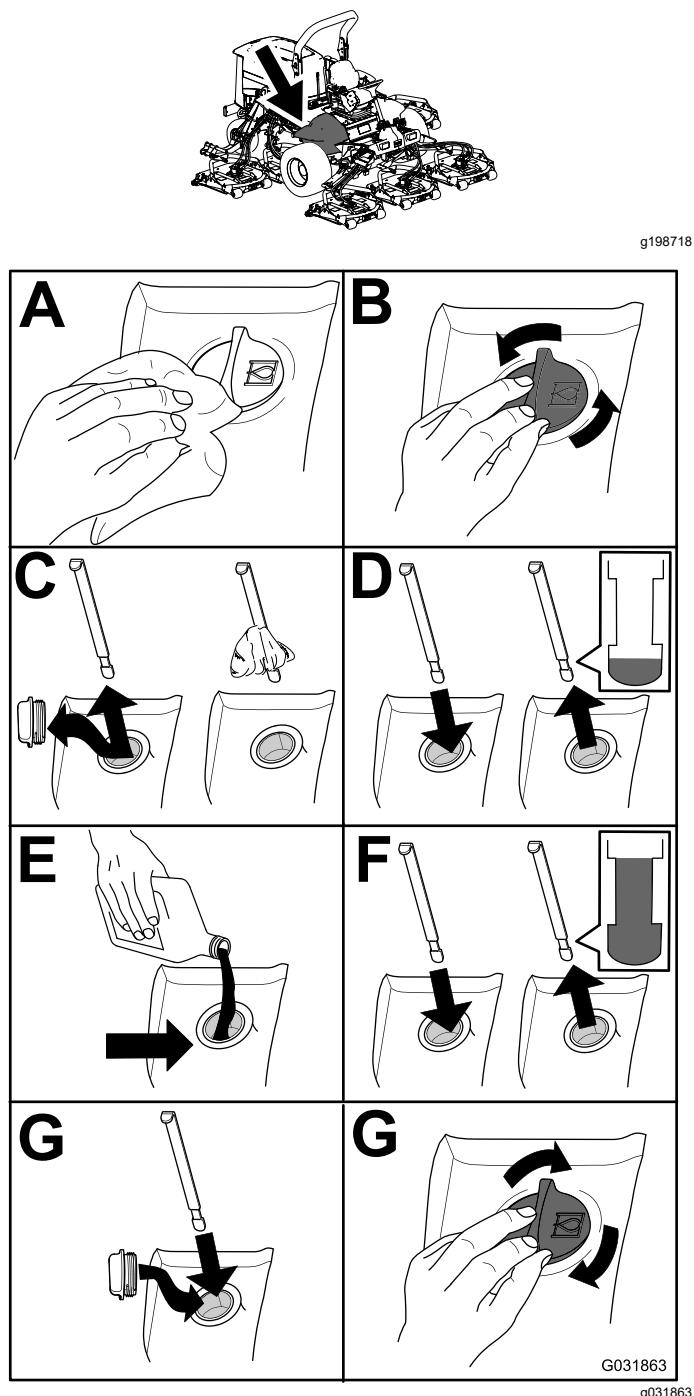

Figure 83
- Contrôlez le niveau de liquide hydraulique (Figure 83).